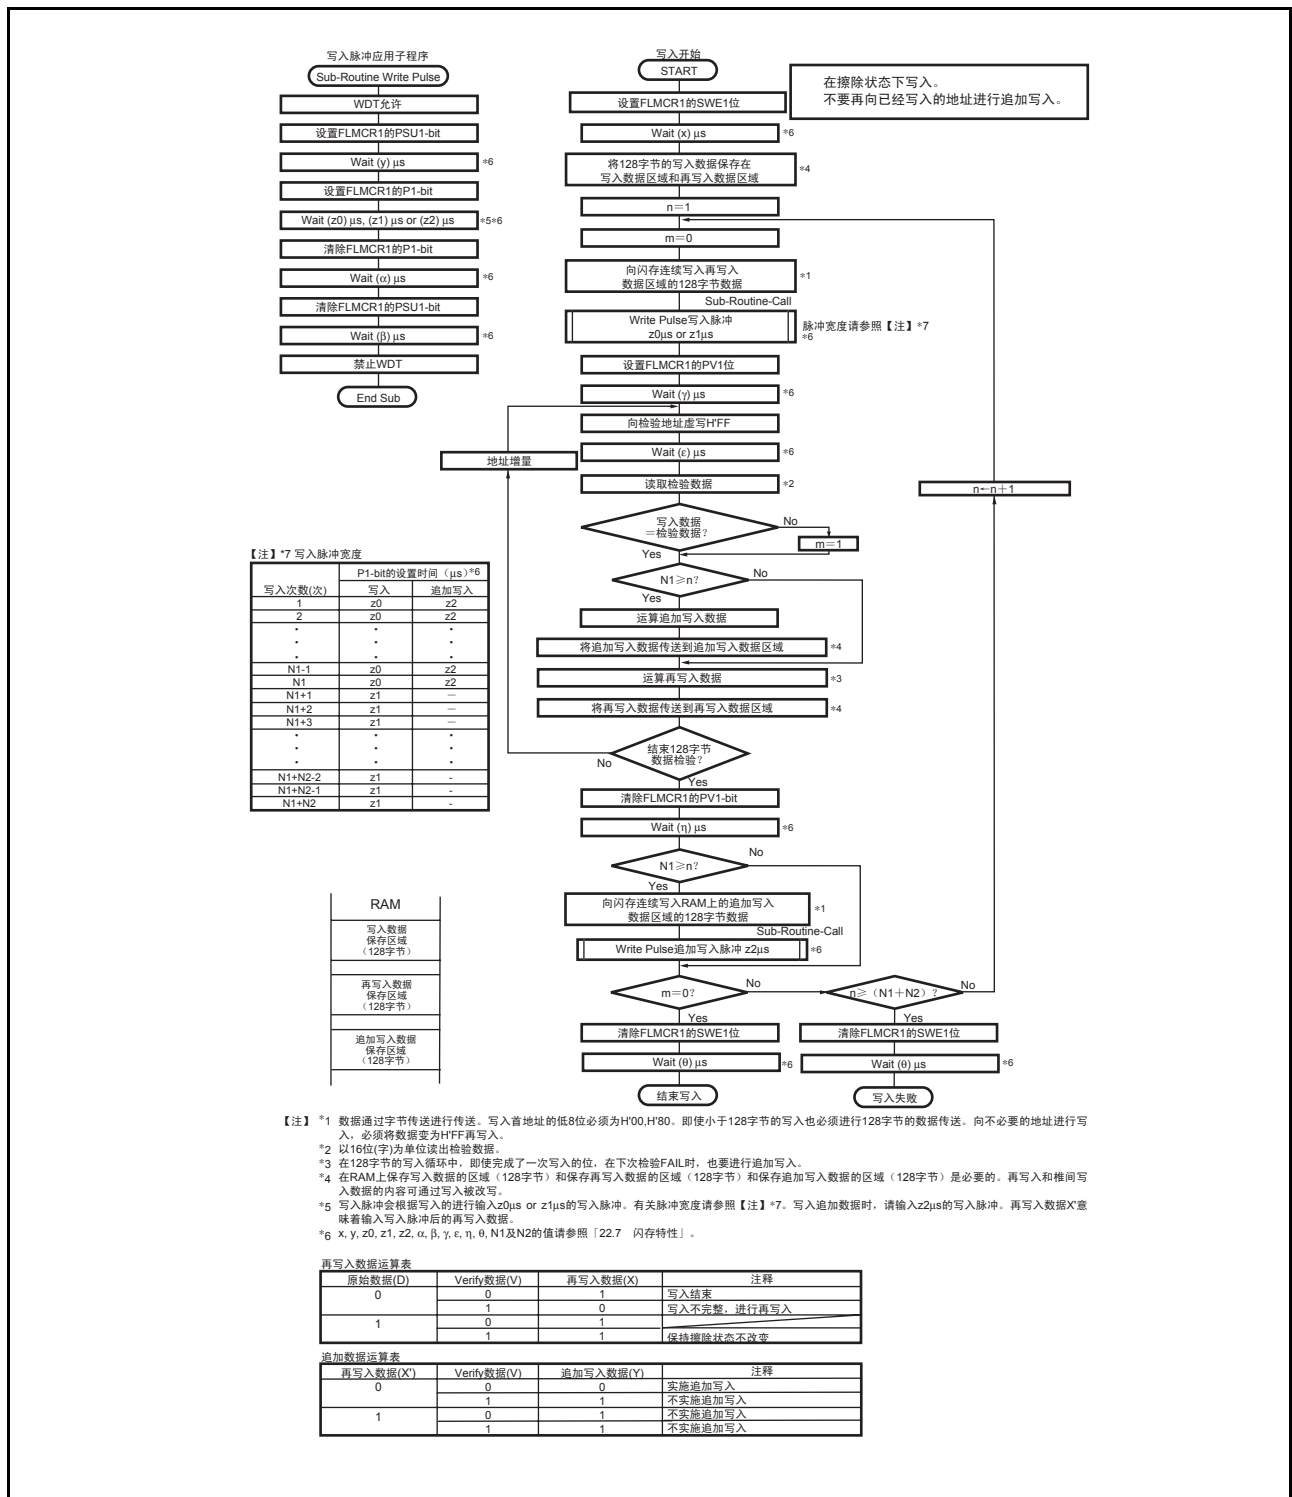

图 17.12 编程 / 编程验证流程图
请按照图 17.12 所示的编程 / 编程验证流程图对闪存进行编程。如果按照这个流程图进行编程操作，可以把数据或程序写入闪存而不使芯片遭受电压应力或牺牲数据的可靠性。
3. 必须在 RAM 上保证 128 字节的编程数据区，128 字节的再次编程数据区和 128 字节的追加编程数据区。再次编程数据的运算，追加编程数据的运算如图 17.12 进行。
5. P1 位置 1 的时间为编程时间。请按照图 17.12 设置编程时间。